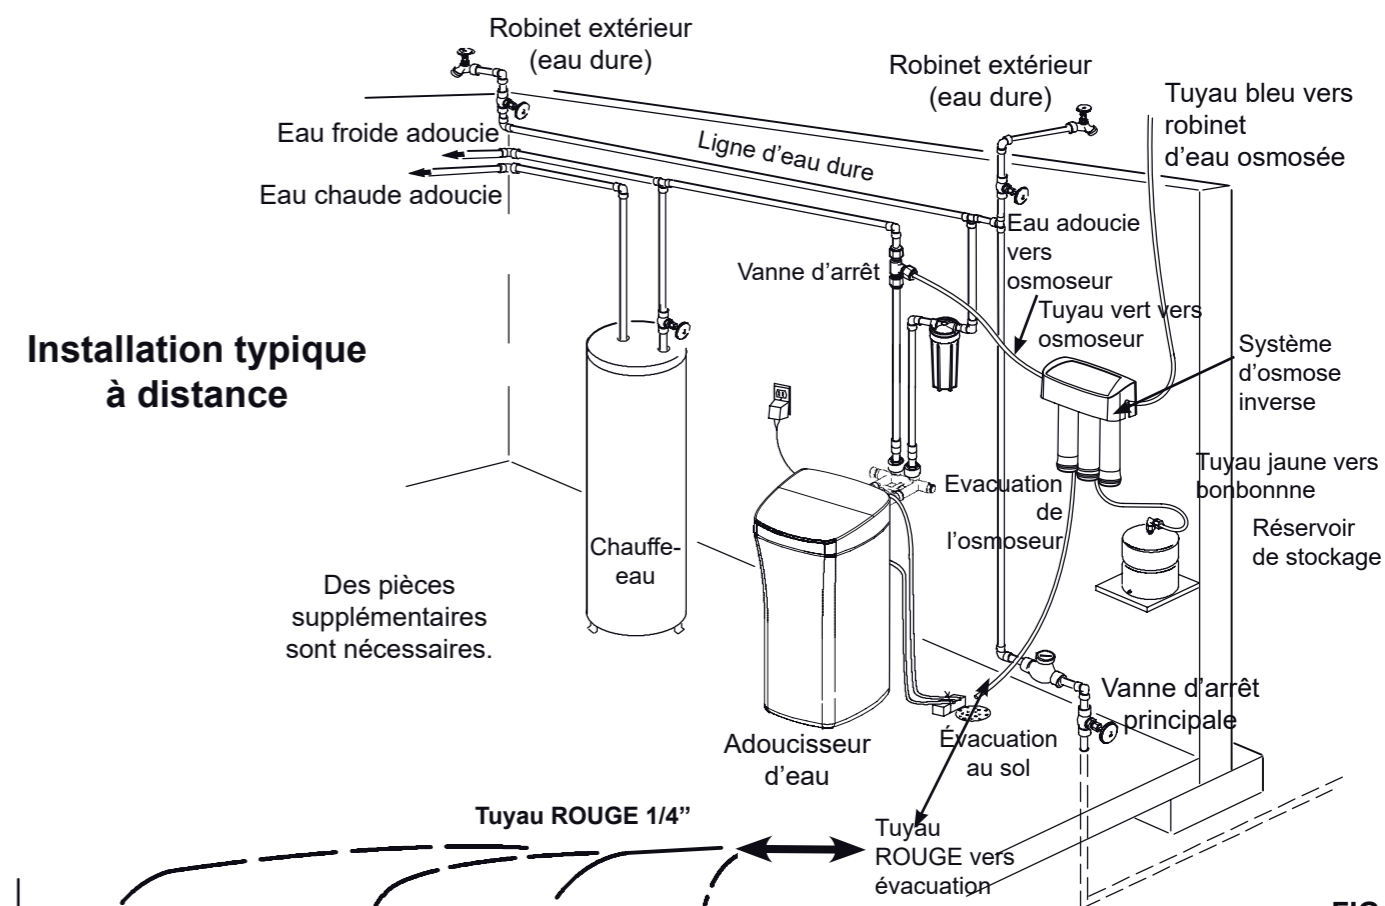

FIG. 8
- Utilisation d'une autre évacuation de votre logement (cf Fig. 8 & 9) Celui-ci est normalement utilisé sur des installations à distance. Le tuyau d'évacuation de l'osmoseur va directement à l'égout. Cf Fig. 8 & 9.
1. Repérez le tuyau rouge de 1/4" (6.35 mm) sur le système d'osmose inverse. Cf Fig. 8.